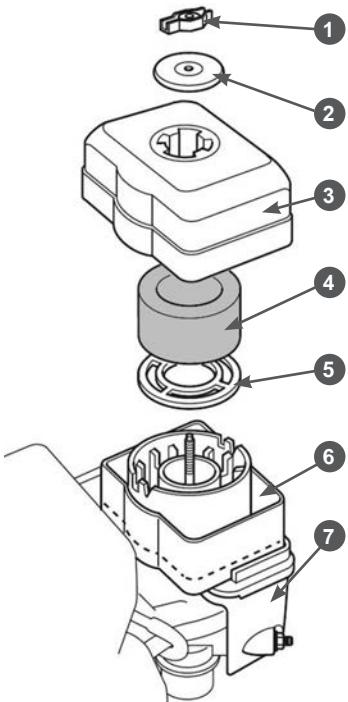
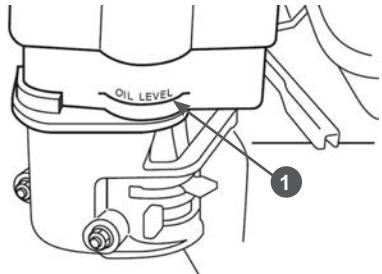

Рис. 10 Подготовка воздушного фильтра
Рис. 11 Уровень масла в масляной ванне воздушного фильтра
1. Открутите барашковую гайку 1, снимите шайбу 2 и крышку 3 воздушного фильтра (Рис. 10).
2. Извлеките из крышки 3 воздушного фильтра поролоновый фильтрующий элемент 4 (Рис. 10).
4. Залейте в масляную ванну 6 (Рис. 10) чистое моторное масло до отметки 1 «OIL LEVEL» на корпусе масляной ванны (Рис. 11).
2. Открутите барашковую гайку 1, снимите шайбу 2 и крышку 3 воздушного фильтра (Рис. 10).
3. Извлеките из крышки 3 воздушного фильтра поролоновый фильтрующий элемент 4 и проверьте его целостность и чистоту (Рис. 10). При обнаружении повреждений фильтрующий элемент необходимо заменить. При наличии загрязнений поролонового фильтрующего элемента необходимо провести его очистку. Подробнее в разделе **ОБСЛУЖИВАНИЕ ВОЗДУШНОГО ФИЛЬТРА**.